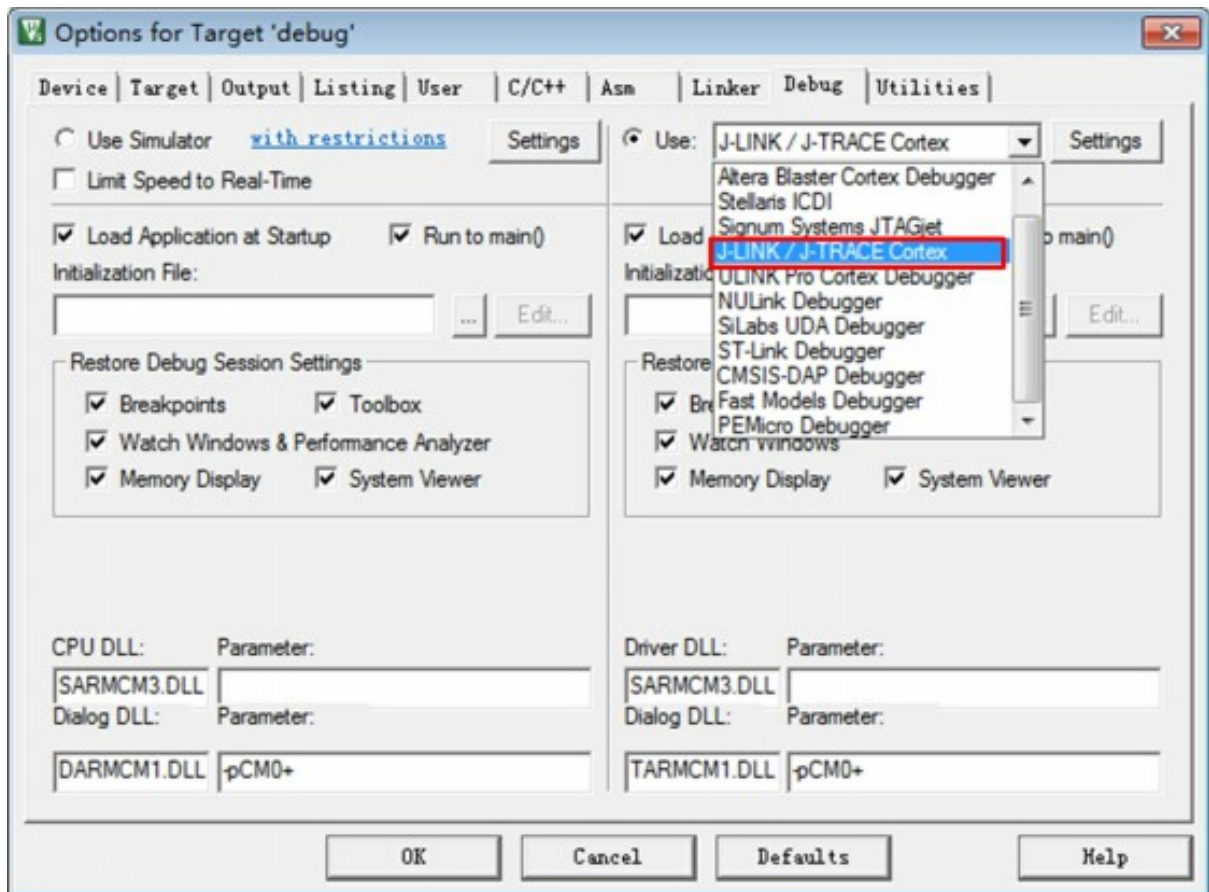

图 86: 选用 J-LINK/J-TRACE Cortex 进行仿真
(2) 如使用 J-Link 仿真器，在下拉框中选择【J-LINK/J-TRACE Cortex】，如图 86 所示。